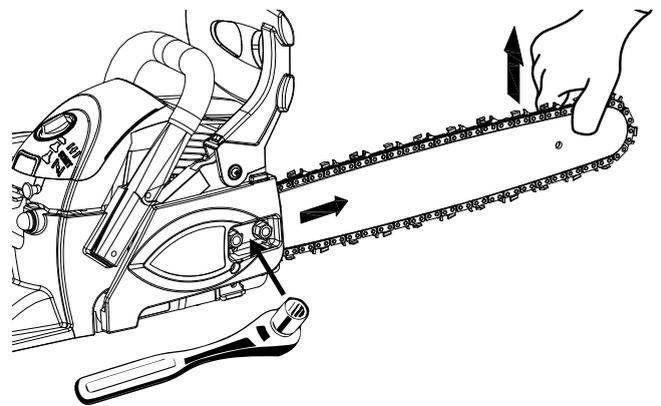

Fig. 25
2. Sur le carter d'embrayage, dévisser les deux écrous de 13 mm (vers la gauche) sur 1/4 à 1/2 tour afin de fixer fermement le carter à l'ensemble moteur. Le desserrage doit être suffisant pour permettre le déplacement du guide. Ne dévissez pas les écrous sur plus d'un tour complet. Vous remarquerez que le guide se déplacera avec un effort minimum (Fig. 25).